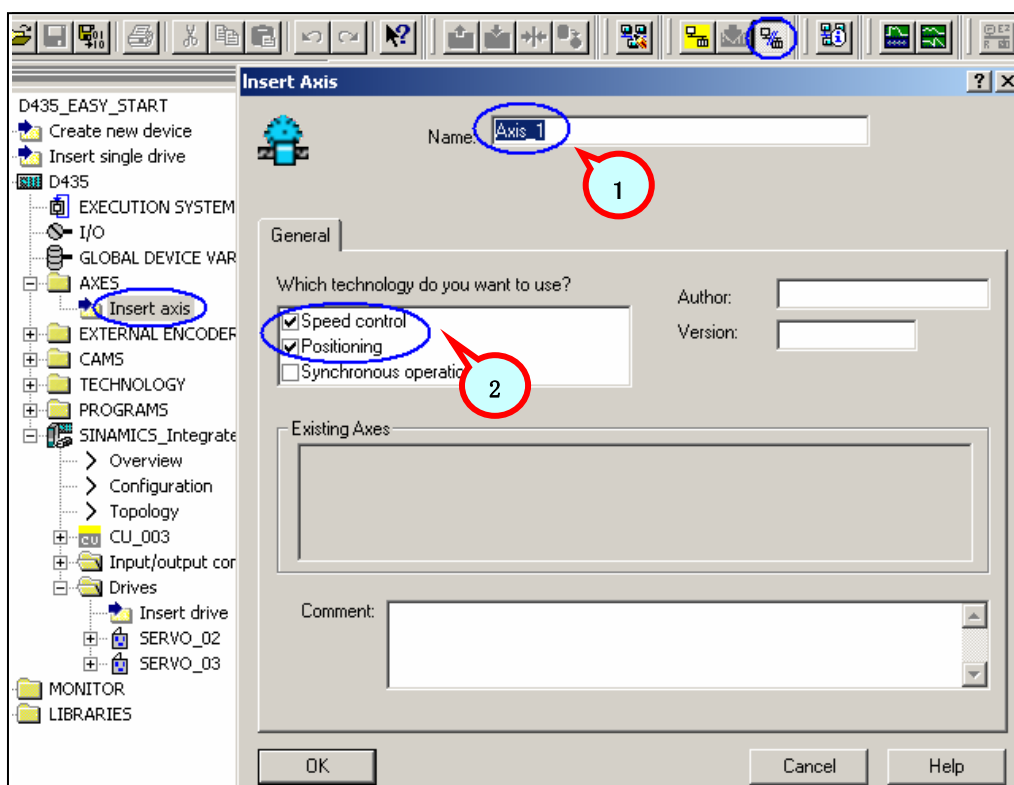
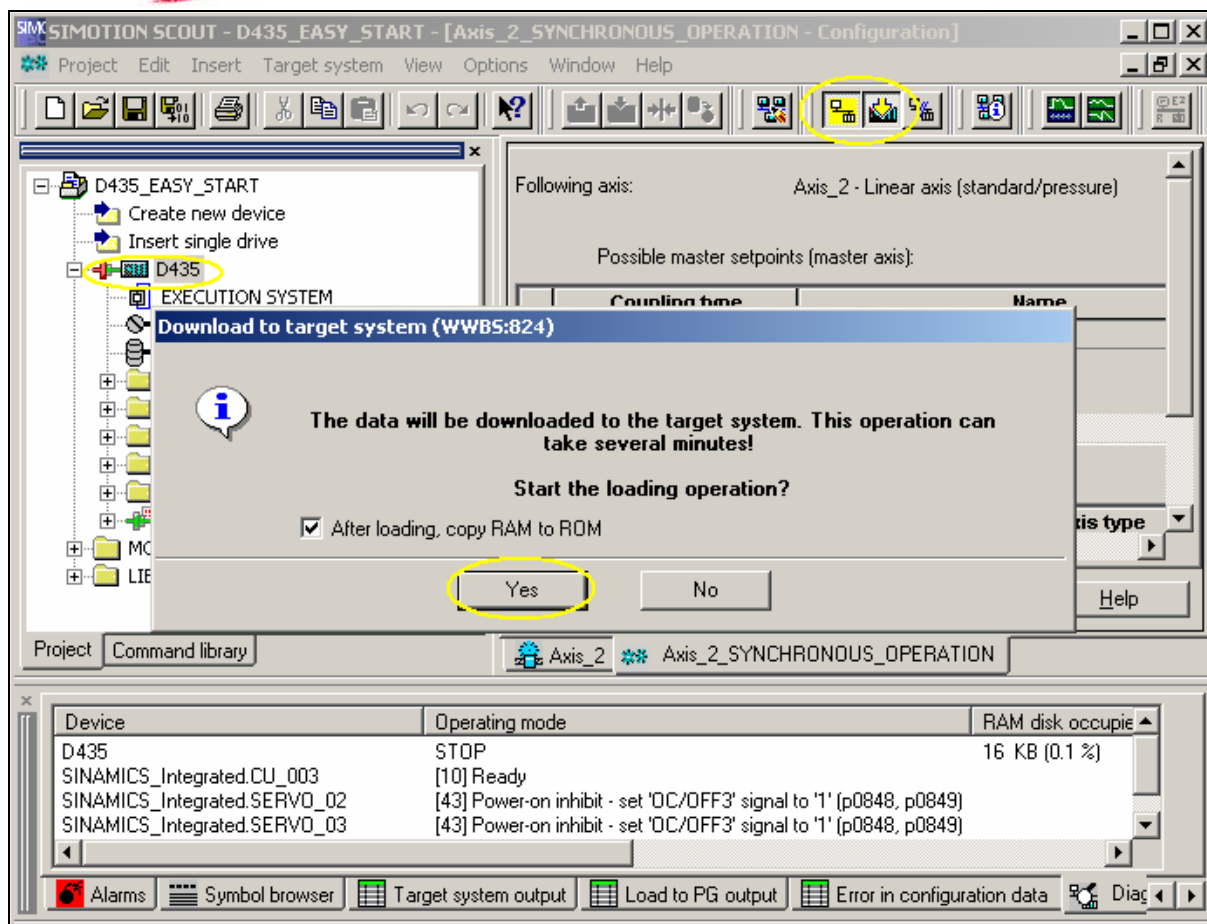

图. 10
图. 23
1. 按图 10 至图 23 步骤组态轴 1 (Axis_1)。(没有插图的步骤使用缺省, 按“continue”)